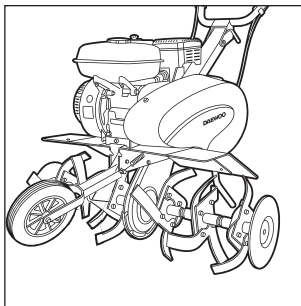

Рис. 4.1
- верхнее положение для работы фрезами (Рис. 4.1).